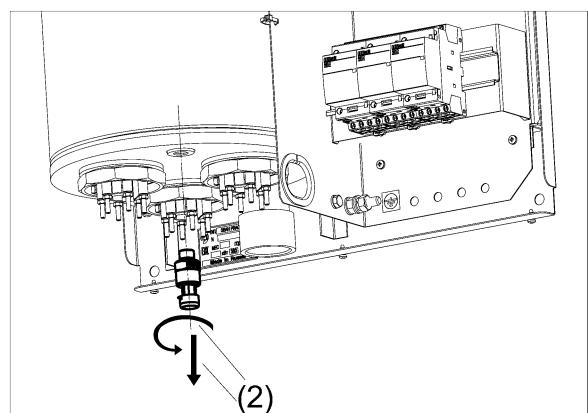

Рисунок 13. Замена датчика давления теплоносителя
- (1)** Отсоедините все провода и разъёмы от платы контроллера (см. рис. 13).
- (2)** Демонтируйте плату контроллера (аккуратно нажмите на пластиковые держатели крепления платы и поднимите плату вверх).
- (3)** Извлеките плату контроллера.
- (4)** Установите новую плату контроллера взамен прежней на пластиковые держатели.
- (5)** Подсоедините все необходимые провода и разъёмы к новой плате контроллера.
- (6)** Проверьте работоспособность новой платы – протестируйте котел при разных режимах работы.